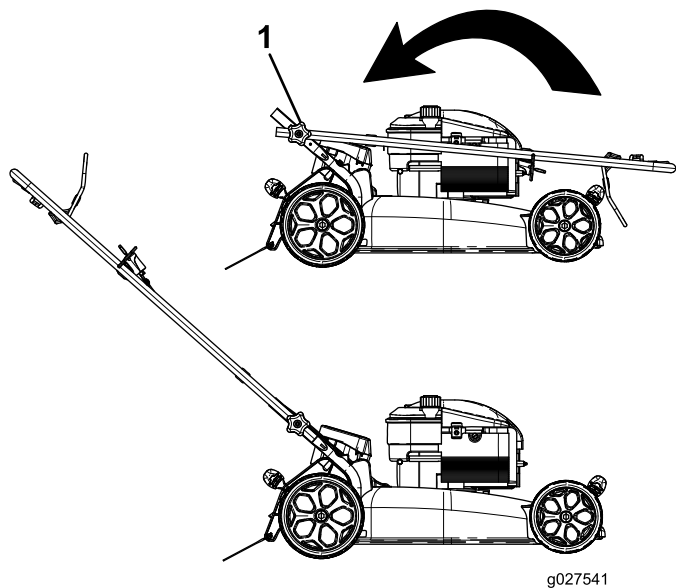

Figura 3
1. Staccate le manopole della stegola dalla scocca della macchina (Figura 3).
2. Spostate la stegola in posizione di guida (Figura 3).